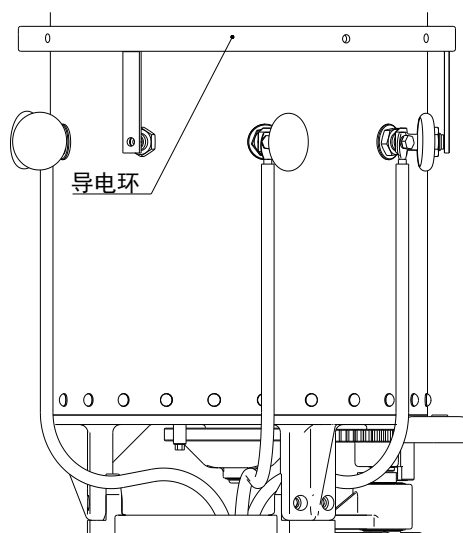

图 5-8
- ✓ 切换开关每相必须接上两根联接线（出厂前已将六根导线以固定在选择器上）。将六个 M10 六角螺栓（17 号外六角扳手）拧紧，扭矩为 28 ~ 34Nm。（图 5-8）
1. 分接开关（III-500/600 及 I-1200/1500）的选择部分的引出线（共 6 根）必须连接到切换开关油室的触头引出端子上（图 5-8）。